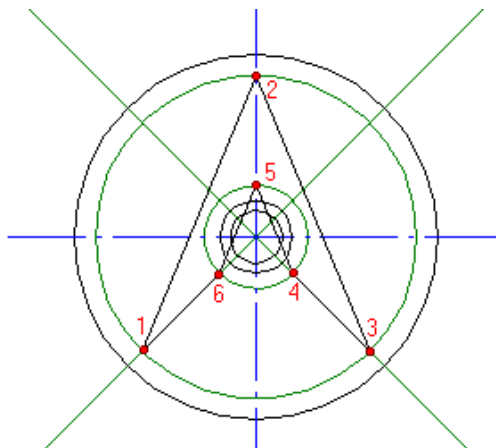

Рисунок 1.7 – Побудова вигляду зліва (другий етап)
2. Клацніть лівою кнопкою миші у вузлах 2 і 5 (рис. 1.7).